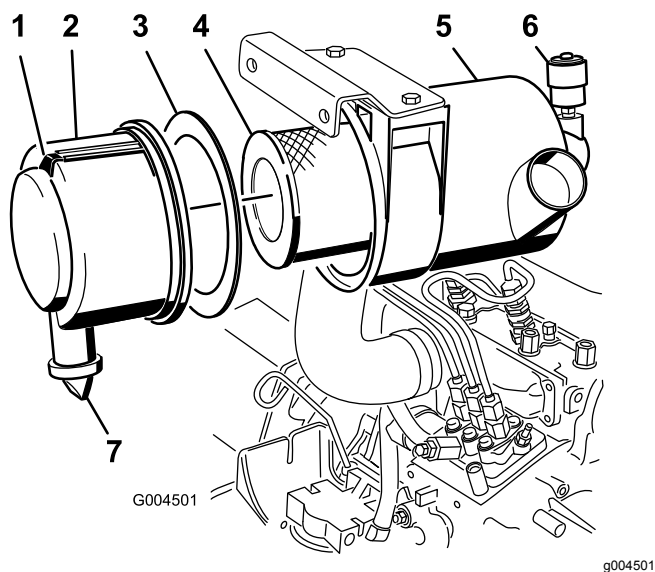

Figura 64
3. Effettuate la manutenzione dell'elemento filtrante quando la spia (Figura 64) diventa rossa, oppure ogni 400 ore (più spesso in condizioni estreme di polvere o morchia).
4. Togliete il filtro primario e sostituitelo (Figura 64).
6. Verificate che la guarnizione in schiuma sintetica sia stata montata nel coperchio e che non sia strappata o danneggiata (Figura 64).
A. Togliete la valvola di uscita in gomma dal coperchio (Figura 64).
10. Se la spia (Figura 64) è rossa, resettatela.
1. Tirate il fermo verso l'esterno e ruotate il coperchio del filtro in senso antiorario (Figura 64).
2. Togliete il coperchio dal corpo del filtro dell'aria (Figura 64).